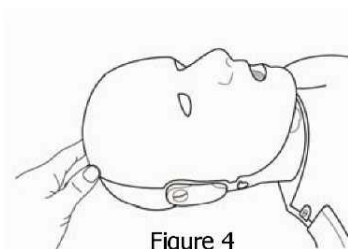

Figure 4
4. Inclinez la tête du mannequin (Figure 4).